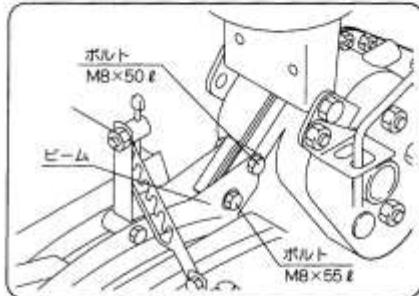

図52
- ビーム取付ボルト2本(M8×50ℓ、M8×55ℓ各1本)のナットをゆるめてください。(図52)